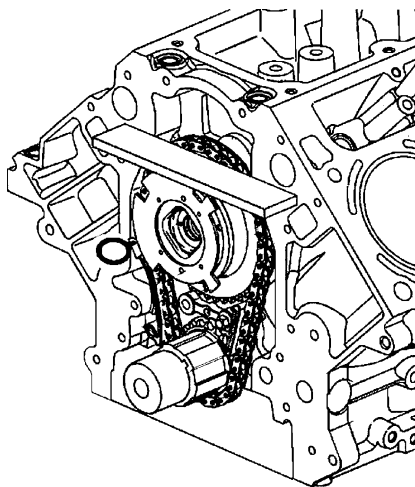

图 20-19 用平板检查凸轮轴位置执行器和
10) 如图 20-19 所示，用一条平板检查凸轮轴位置执行器和正时链条安装是否正确，如果安装正确，则正时链条不会凸出发动机缸体前面。